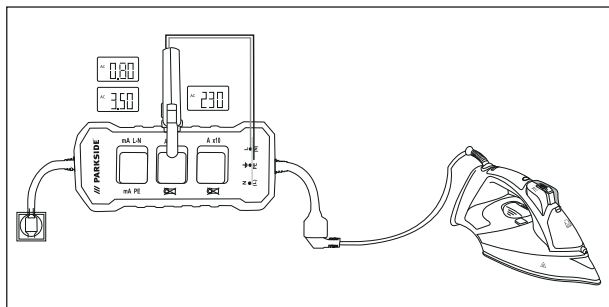

Fig. 3
- 4) Leia os valores correspondentes à corrente, tensão e potência consumida pela carga (ver fig. 3).